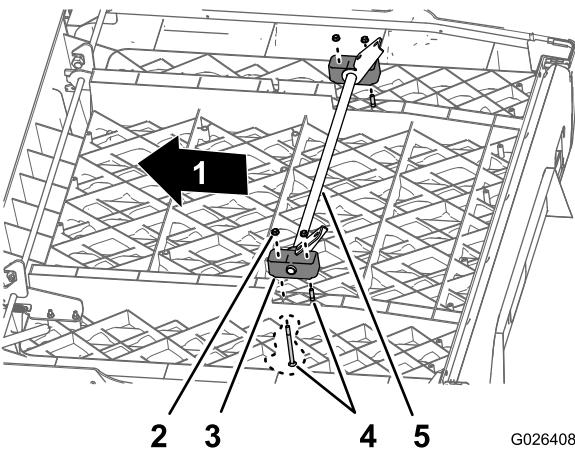

Figura 8
- Na **antiga** caixa de carga, remova os 4 parafusos (3/8 x 5 pol.) e as 4 porcas dentadas (3/8 pol.) que fixam os 2 blocos de articulação e o conjunto dos dois suportes de articulação da caixa de fundo (Figura 8).